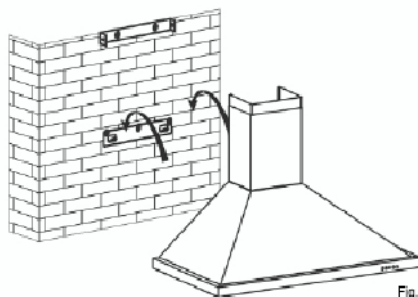

Fig. 2
(fig. 2)
- Posez et fixez le corps de la hotte sur ce support avec les vis prévues en dotation (fig. 2)